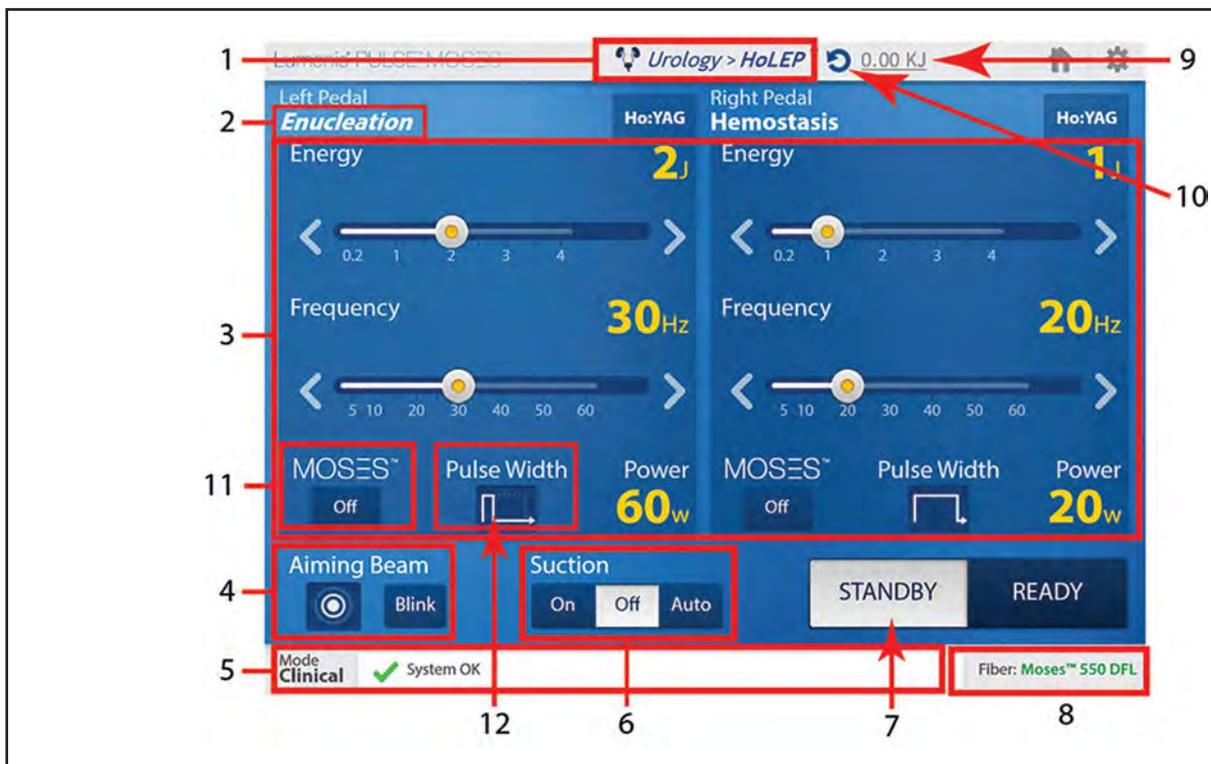

Figure 20 : Émission du faisceau de traitement à l'aide des pédales droite et gauche
Les éléments de l'écran **Treatment Settings** (Paramètres de traitement) sont détaillés comme suit (les flèche numérotés de la Figure 20 correspondent aux étapes numérotés ci-dessous) :
Une pression sur la valeur **KJ** soulignée (en haut à droite de l'écran principal - Figure 20) ouvre une fenêtre contextuelle **Reset** (Réinitialiser) (illustrée à gauche).
10. Pour revenir aux préréglages d'origine, appuyer sur l'icône **Undo** (Annuler)  (en haut au milieu de l'écran principal - Figure 20).